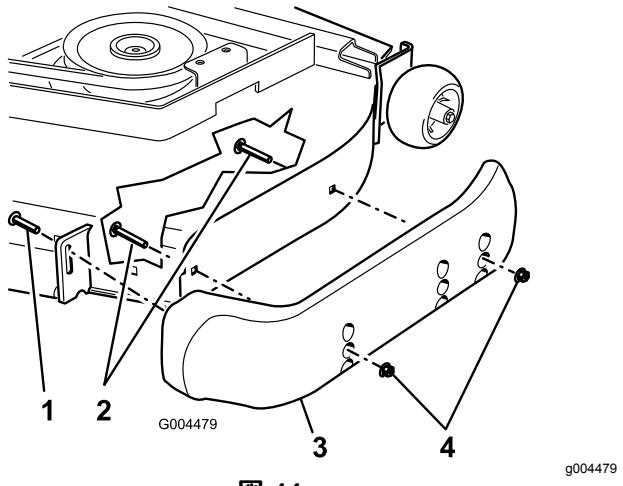

図 44
- 各スキッドの前部についているねじガーディアンデッキはスキッド2枚、側方排出デッキはスキッド1枚を **図 44** のようにゆるめる。